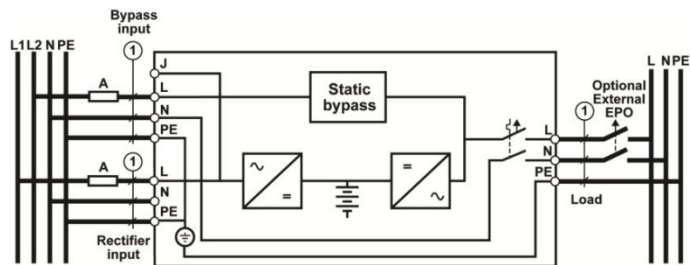

Figura 1
La figura 1 muestra un diagrama en bloques descriptivo del UPS, cuyas funciones son:
- Conectar el UPS de acuerdo a los diagramas que se muestran en la figura 1 de único cable de entrada o doble cable de entrada como se observa en la fig. 2 si utiliza esta última conexión debe remover el jumper "J". El tipo de fusible y la sección del cable se indican en las tablas.
En la figura 1 se muestra un diagrama con dos líneas de alimentación L1 y L2. Las acciones de bypass manual que se realiza desde el panel frontal o el automático siempre utiliza la L1 para realizar el bypass. La F2 solo es utilizada cuando se acciona la llave de mantenimiento (llave bypass).